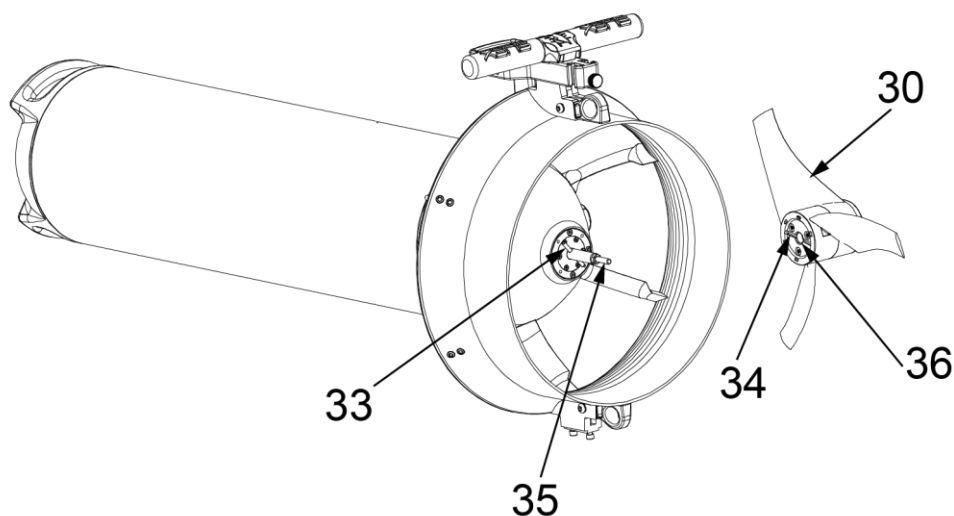

Fig 36 - Inserimento dell'elica
Infilare l'elica (il foro 36 - Fig 36 - a pag. 43) nell'albero motore dello Scooter (35), girare l'elica (in senso ORARIO) fino a quando la spina (33) si trova a combaciare con la sede (34) dell'elica. Quando si sentirà uno scatto l'elica smetterà di girare.